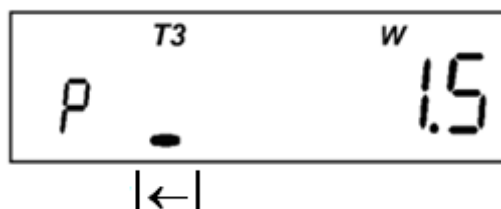

Рисунок 4.12
- прогнозируемая отпущенная активная мощность (отображается мнемоникой " $W$ " и маркером " $| \leftarrow$ "). Только для двунаправленных счетчиков (рисунок 4.12):